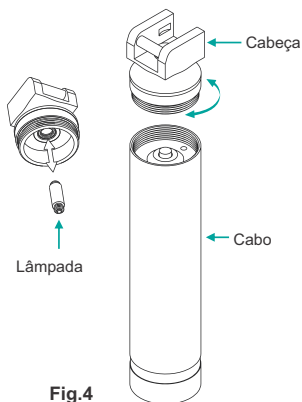

Fig.4
1. Desrosqueie a cabeça girando-a no sentido anti-horário até soltá-la (Fig. 4).